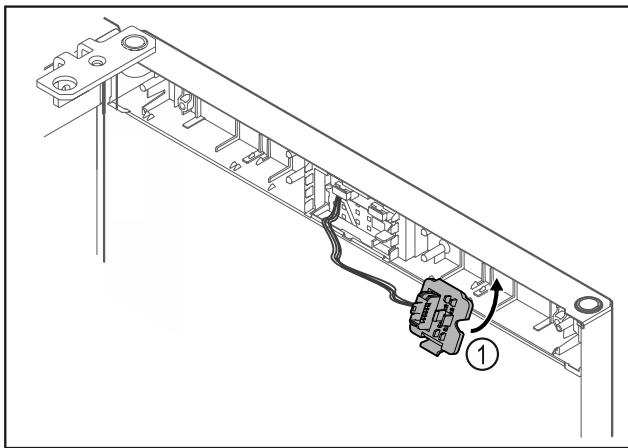

Fig. 21
- Nofiksējiet spraudņa turētāju Fig. 21 (1) pretējā pusē.